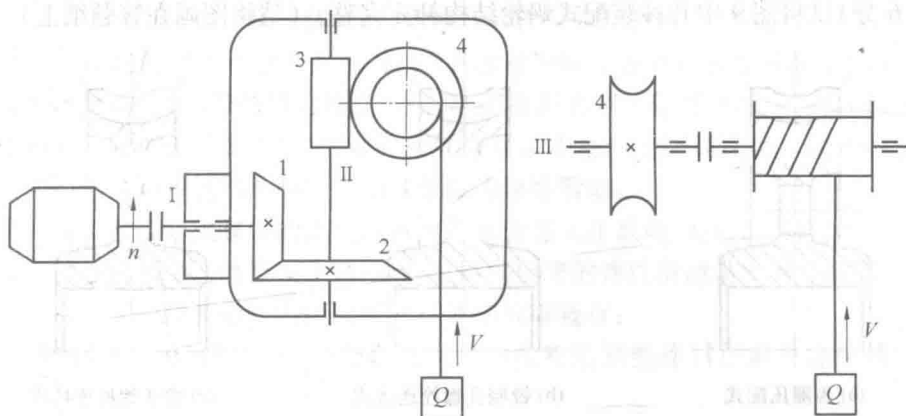

图 7
1. (6分)如图7所示为锥齿轮-圆柱蜗杆传动构成的重物提升装置简图。已知电机轴转动方向如图所示。试确定: